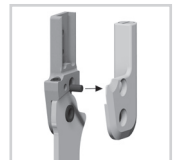

Abb. 17
- 3 Treiben Sie den vormontierten Gewindegewindestift mit einem Splintentreiber aus (Abb. 17).